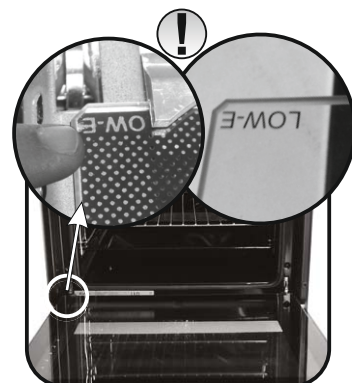

Figuur 6
- \* Voor pyrolyse ovens, verwijder ook het tweede en derde glas. (figuur 6)